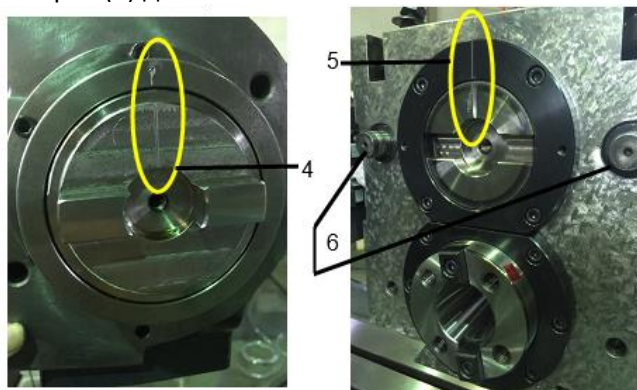

Рис.16
Для возвращения вертикальной фрезерной головки на место необходимо предварительно выставить по указателю муфту с обеих сторон (4,5, рис.16). При закреплении головки на станине штифты (6) должны войти в ответные пазы.